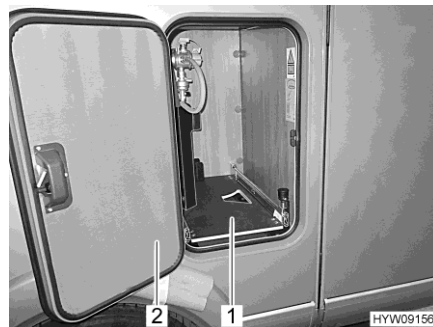

Fig. 89 Extension du compartiment à gaz
- Ouvrir le portillon (Fig. 89,2) du compartiment à gaz.
- Faire sortir l'extension du compartiment à gaz (Fig. 89,1) jusqu'à ce que le bouton s'enclenche. L'extension du compartiment à gaz est maintenant arrêtée dans cette position.